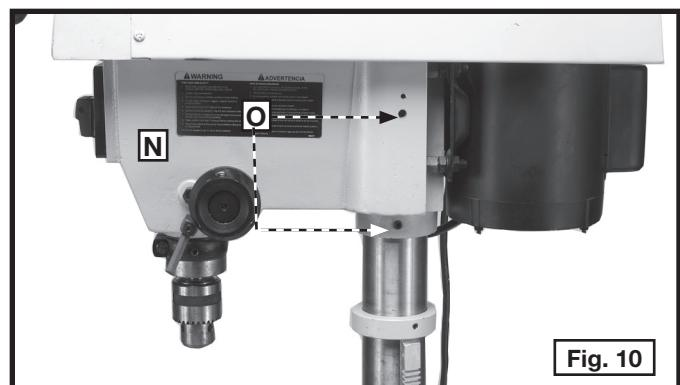
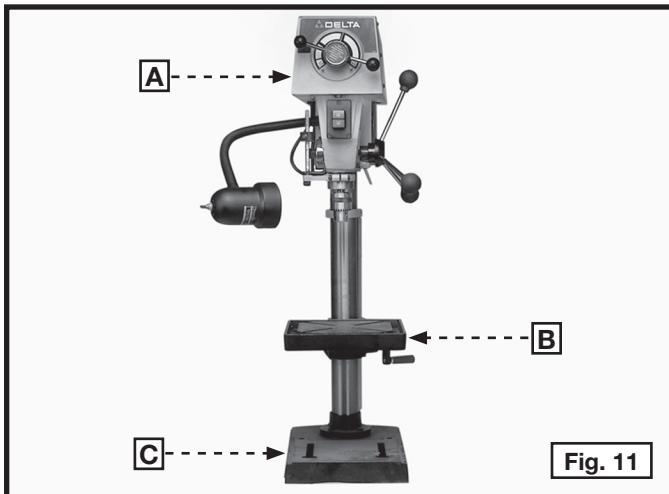

Fig. 10
Fig. 11
8. Enfiler la tête de la perceuse à colonne (N), fig. 10, sur la colonne aussi loin que possible
9. Aligner la tête de la perceuse (A), fig. 11, avec la table (B) et la base (C). Serrer les deux vis de blocage (O), fig. 10, avec la clé hexagonale fournie.